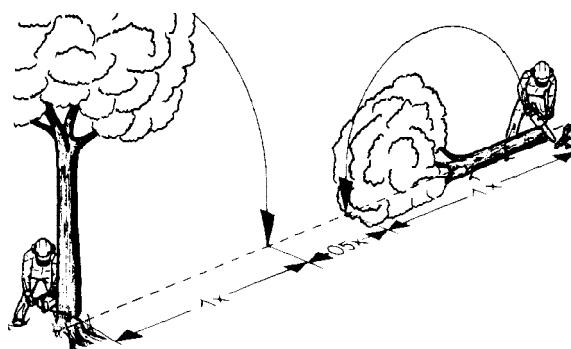

Рисунок 3.13
3.3.4 При валке леса соблюдать безопасное расстояние (не менее 2,5 кратной длины дерева) до соседнего места работы другого моториста, см. рисунок 3.13.